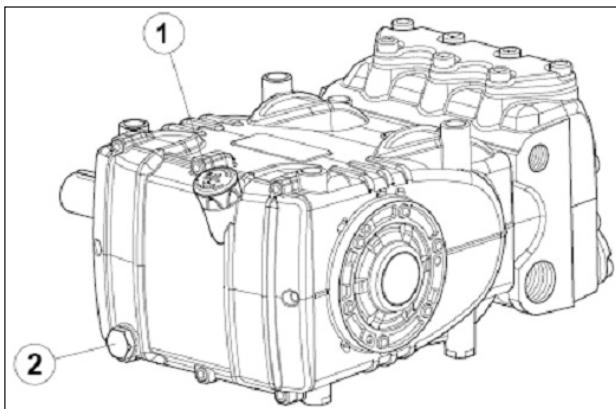

Abb. 1
Vor den Reparaturarbeiten an der Mechanik muss zunächst das Öl aus dem Kurbelgehäuse abgelassen werden. Zum Ablassen des Öls müssen entfernt werden: der Ölmessstab Pos. ① und anschließend der Verschluss Pos. ②, Abb. 1 nach.